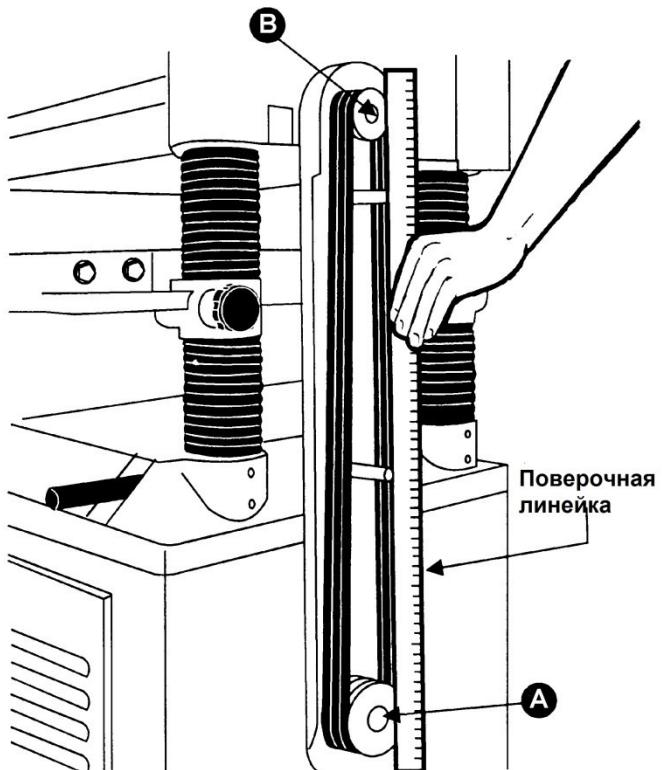
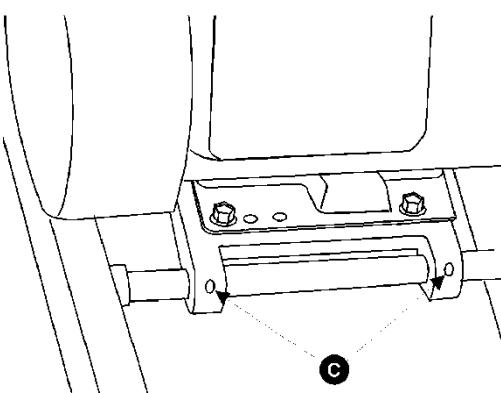

Рис. 9
Рис. 10
- Выровняйте шкив электродвигателя (A, см. Рис. 9) и шкив строгального вала (B, см. Рис. 9) с помощью поверочной линейки. Сместите держатель электродвигателя путем ослабления установочных винтов (C, см. Рис. 10) в держателе, чтобы выровнять шкивы.